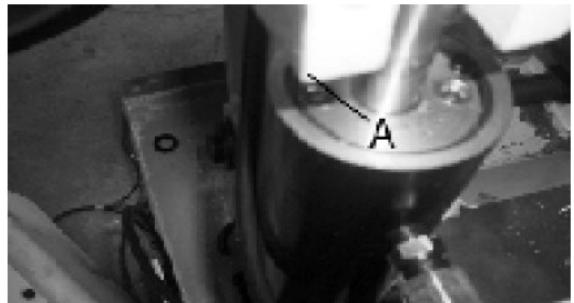
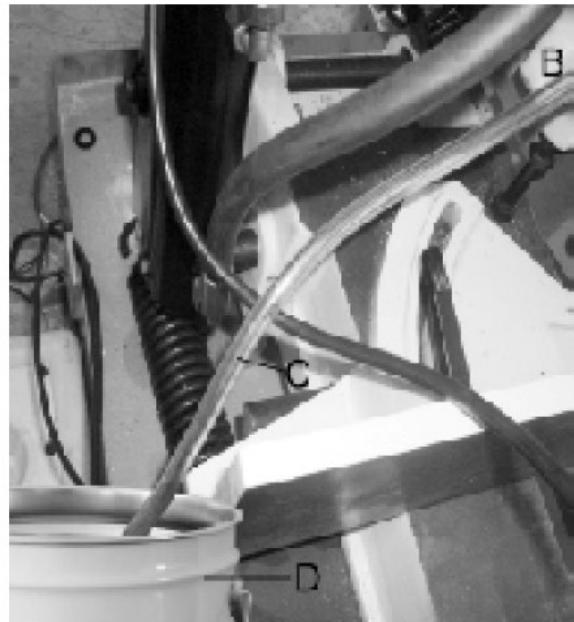

Рис. 22
Рис. 23
- Снять пробку (A) в верхней части гидравлической системы (рис. 22) и вставить в отверстие соответствующий шланговый фитинг (B) (рис. 23); соединить прозрачный шланг (C) с фитингом, как показано на рисунке.
- Влить в емкость (D) приблизительно 1/4 светлого масла Mobil-DTE, поставляемого в емкостях по 1/4 галлона, вставить шланг (C) в емкость (D) так, чтобы конец шланга был погружен в масло, поднимать и опускать пильную раму, пока внутри прозрачного шланга (C) не появятся пузырьки (рис. 23).
- Удалить шланговый фитинг (B) (рис. 23) и вставить пробку (A) на место (рис. 22).